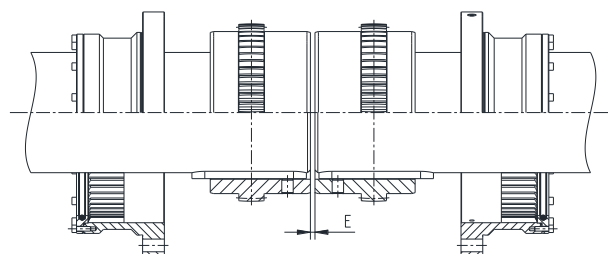

Bild 36
- Verschieben Sie die Aggregate in axiale Richtung, bis das E-Maß erreicht ist (siehe Tabelle 1 und 3) (siehe Bild 36).